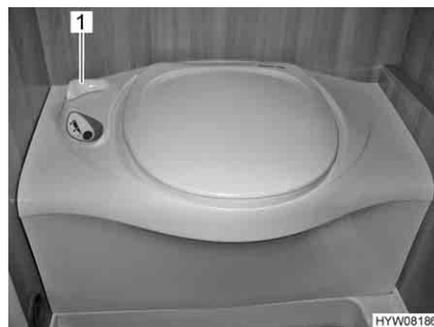

Fig. 190 Inodoro Thetford
- Antes del lavado, abrir la corredera del inodoro Thetford. Para ello, girar la palanca de corredera (Fig. 190,1) en sentido contrario a las agujas del reloj.
- Tras el lavado, cerrar la corredera. Para ello, girar la palanca de corredera (Fig. 190,1) en sentido de las agujas del reloj.